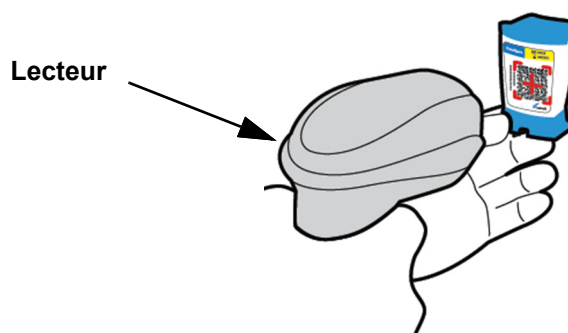

Figure 5-18. Lecture d'un code-barres de cartouche
L'utilisation du lecteur de codes-barres est identique pour toutes les fonctions de lecture, comme celle du n° Id du patient, du n° Id de l'échantillon et du code-barres de la cartouche, bien que cette section décrive la lecture du code-barres de la cartouche. Voir Figure 5-18.
1. Lisez le code-barres en tenant le lecteur à une distance de 20 à 25 cm (8 à 10 po) du code-barres, en alignant le laser du lecteur sur l'image du code-barres. La Figure 5-18 montre un code-barres de cartouche en cours de lecture.